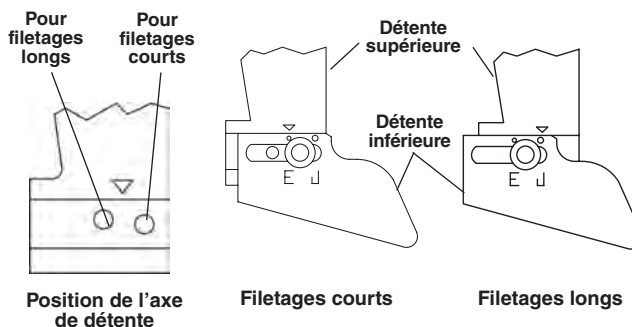

Figure 18 – Réglage de la longueur de filetage
2. Pour les filetages de petite longueur, amenez la détente inférieure vers l'axe de la machine. Pour les filetages longs, éloignez-la de l'axe (la Figure 18 indique les réglages d'usine). Les filetages longs sont généralement préférés dans l'Extrême Orient, et les filetages courts en Europe. Réglez-les en conséquence.